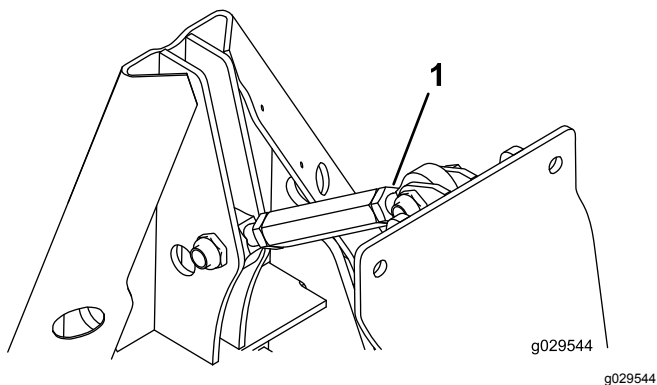

Figura 34
1. Allentate i controdadi sul raccordo filettato (Figura 34).
2. Ruotate il tubo esagonale fino a ottenere l'angolo desiderato (Figura 34).
3. Serrate il controdado per fissare la regolazione (Figura 34).